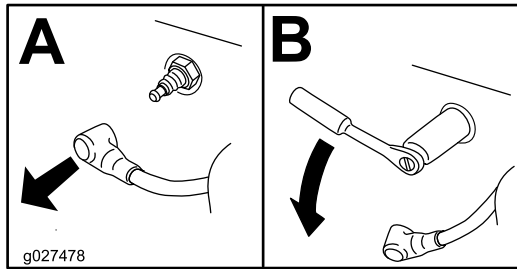

Figura 31
3. Retire las bujías, como se muestra en Figura 31.